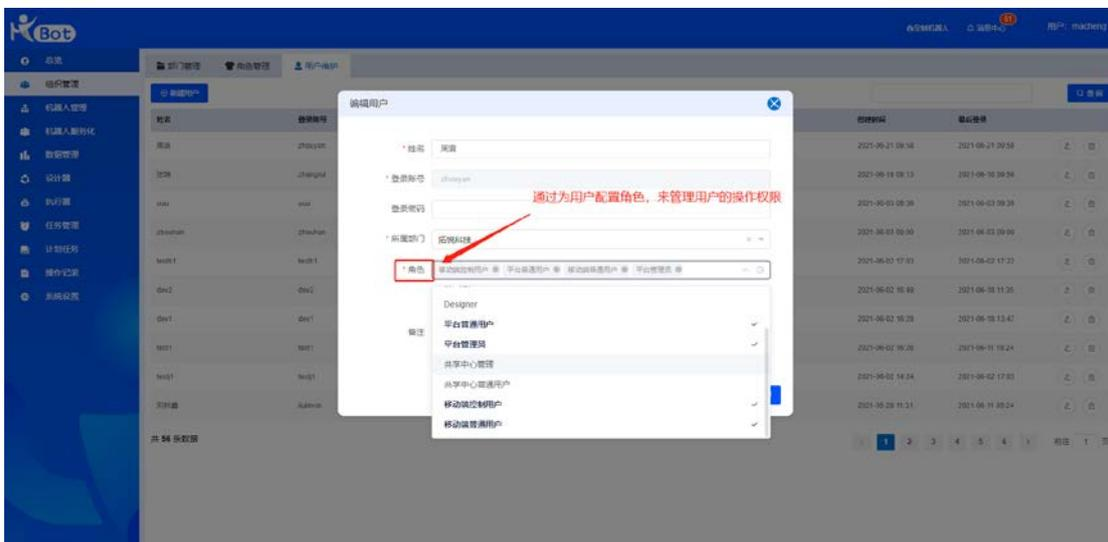

图 23
- **用户权限：**关于用户权限的配置，是通过为用户配置一个或多个不同的角色来实现的。在新建用户时，必须为用户指定角色。在编辑用户界面，可以修改、增加、删除角色，如图 23。